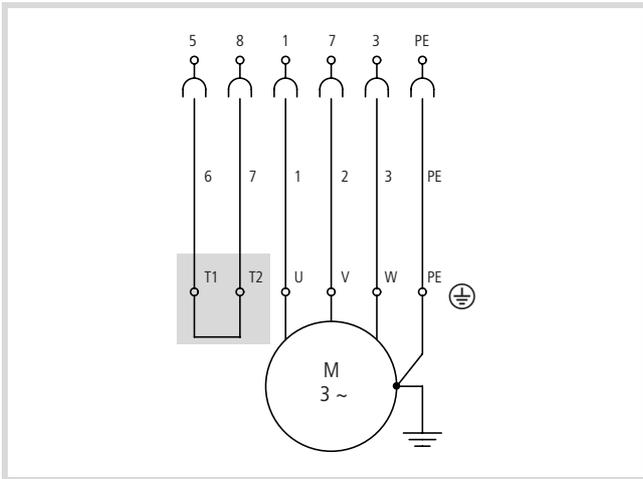
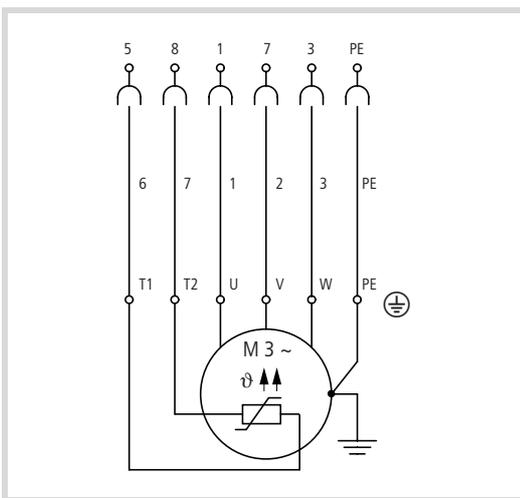

Abbildung 76: Motoranschlus ohne Thermistor
Abbildung 77: Motoranschlus mit Thermistor
- der Thermistor korrekt angeschlossen ist oder ob die Adern 6 und 7 im Motorklemmbrett gebrückt sind (→ Abb. 76 und Abb. 77, Seite 73)